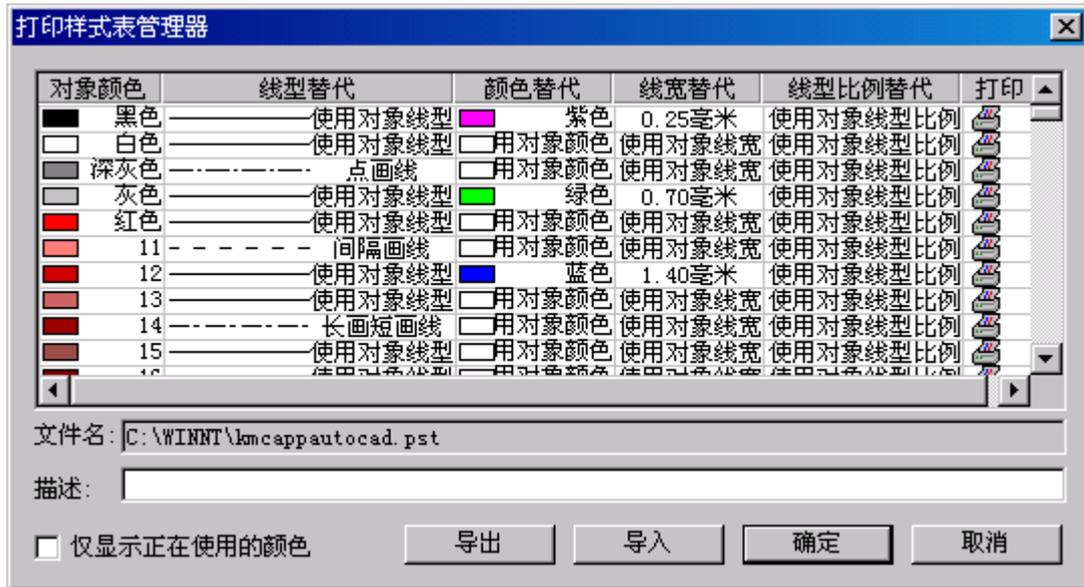

图 11.2-16
- 4) 打印样式选择以后就点击“编辑打印样式”，不勾选“仅显示正在使用的颜色”，进入打印样式表管理器，如图 11.2-16 所示；